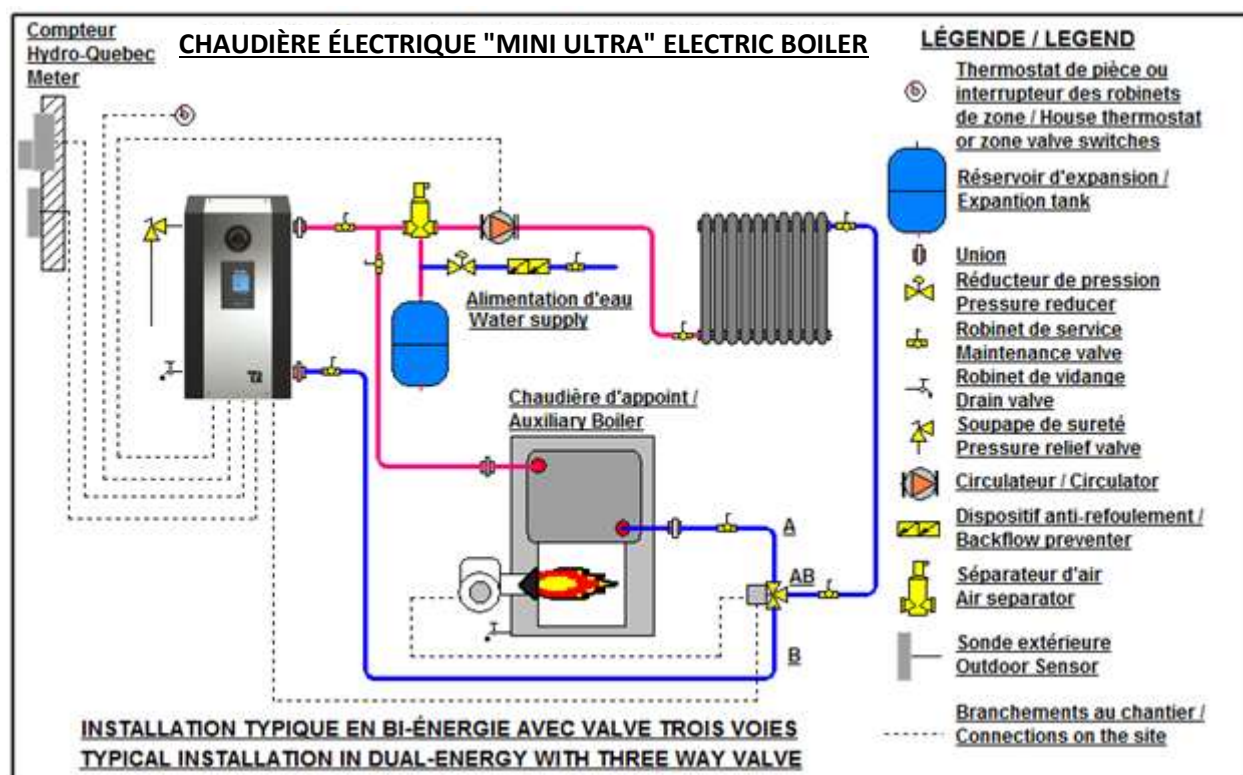

Figure 7 : Installation typique pour bi-energie avec valve 3 voies
N.B: Assurez-vous de bien positionner les ports A-B et AB de la valve trois voies (Voir fig. 7).